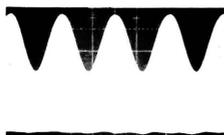

Fig. 2
- Brancher l'oscilloscope sur l'autre sortie et contrôler le rapport Tension BF de la voie modulée / Tension résiduelle de l'autre voie. Ce rapport doit être supérieur à 25 dB (fig. 2).